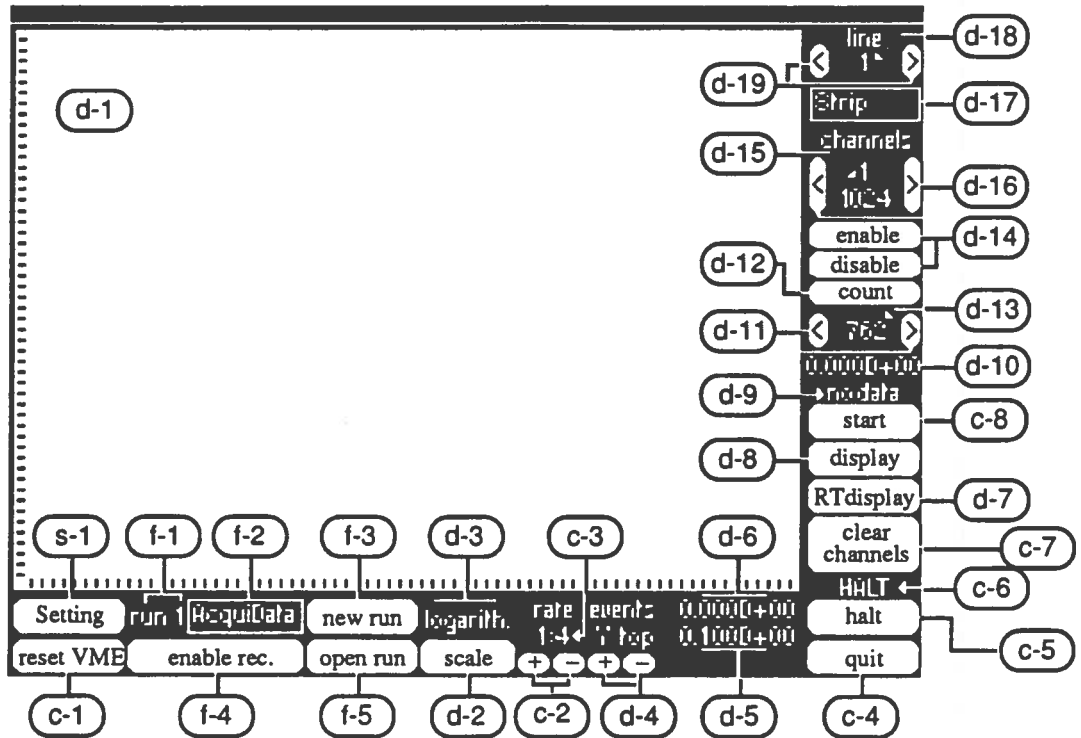

Fig.5 - MultiMac : la finestra principale.
appartiene, e da un numero, identificatore all'interno del gruppo. Nella Fig.5 tali identificatori sono racchiusi in ovali chiari ciascuno dei quali individua il comando a cui si riferisce. Si sottolinea che tale suddivisione è puramente indicativa in quanto, in alcuni casi, essa si rivela affatto arbitraria. Alcuni comandi possono essere considerati infatti come facenti parte di più di un gruppo funzionale.
— Con riferimento alla fig. 5 abbiamo le funzioni che seguono.
- **f — 2** Prefisso del nome (completato dal numero del run) dei file contenenti dati elementari acquisiti. Selezionato col mouse esso è direttamente "editabile". Per fare un esempio, nel caso della fig.5 i dati elementari saranno immagazzinati, una volta abilitata la scrittura su memoria di massa, nel file **Acquidata 1°**.